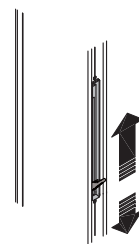

図8-2
- ② ①で起こしたつまみをそのまま上下させて落とし棒の位置を操作します。(図8-2,図8-6参照)